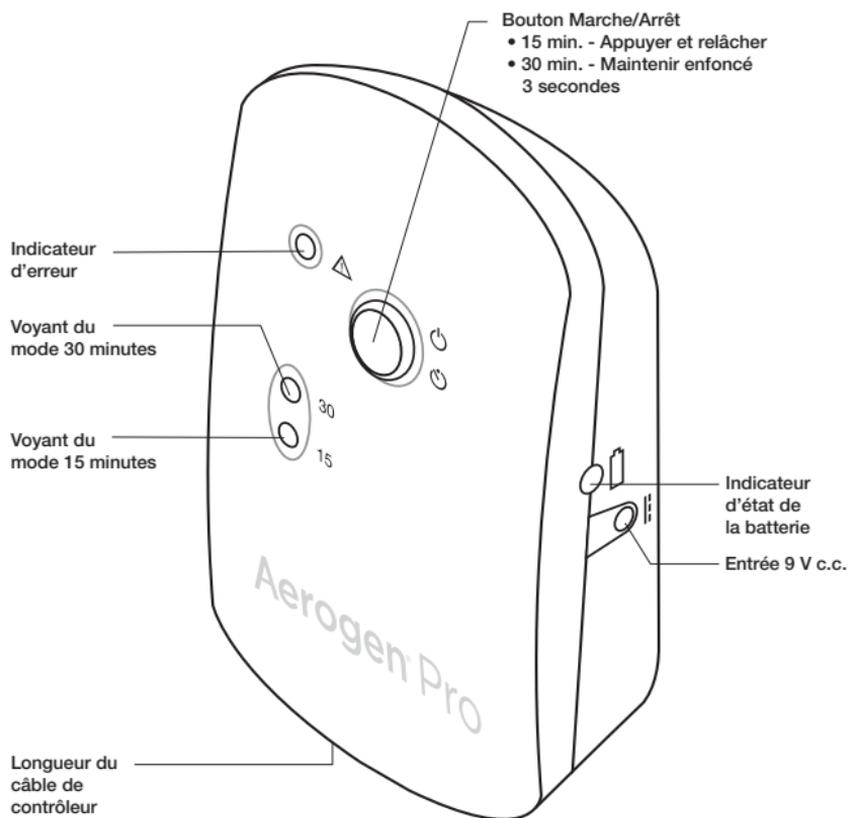

Figure 2. Commandes et indicateurs de l'Aerogen Pro
1. Pour démarrer un cycle de nébulisation de 15 minutes, ajouter la solution médicamenteuse puis appuyer sur le bouton Marche/Arrêt de couleur bleue (figure 2) et le relâcher. Le voyant vert 15 min. s'allume pour indiquer qu'un cycle de nébulisation de 15 minutes est en cours.